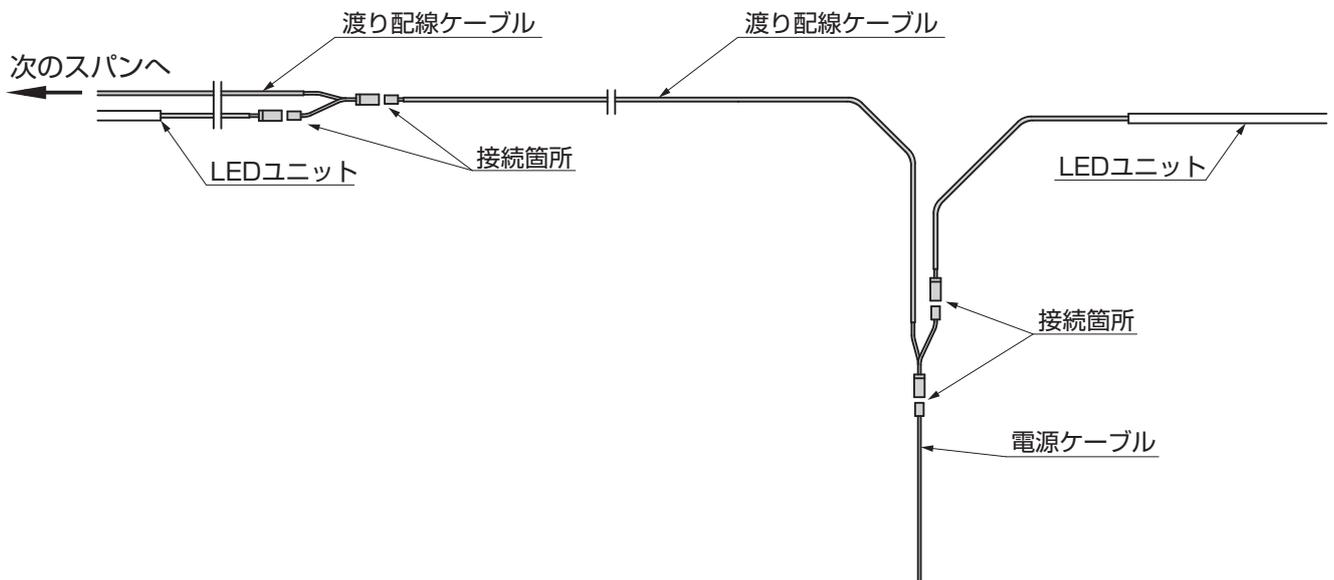

図7-1 LEDユニットの連結方法
- 渡り配線ケーブル1本につき、LEDユニット1台の増設が可能です。渡り配線ケーブルをつぎ足すことでLEDユニットを複数増やすことができます。（図7-1参照）